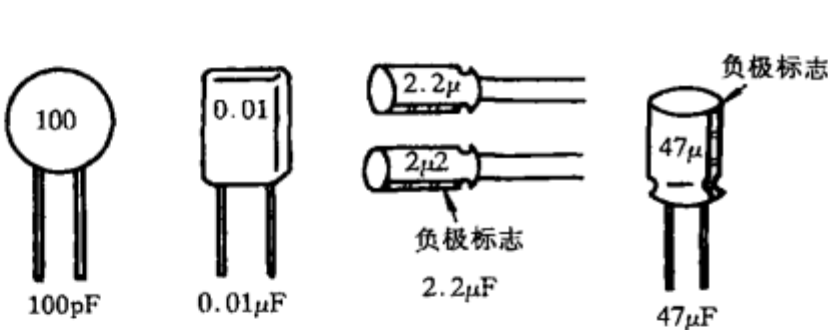

图 1-51
- （1）直标法，即将容量数值直接印刷在电容器上，如图 1-51 所示。例如，100pF 的电容器上印有“100”字样，0.01 μF 的电容器上印有“0.01”字样，2.2 μF 的电容器上印有“2.2 μ ”或“2 μ 2”字样，47 μF 的电容器上印有“47 μ ”字样。有极性电容器上还印有极性标志。